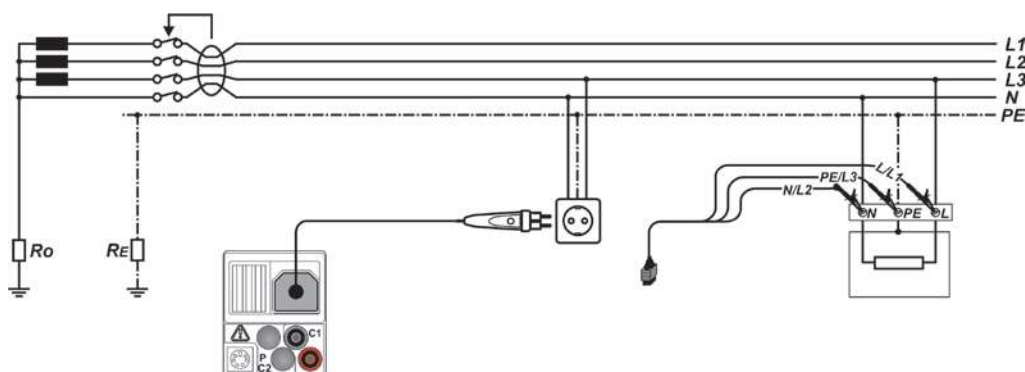

Рисунок 5.20: Подключение штепсельного щупа «plug commander» и 3-х проводного тестового кабеля
- **Подключите** испытательную проводку (выводы) к исследуемому компоненту (см. Рисунок 5.20: Подключение штепсельного щупа «plug commander» и 3-х проводного тестового кабеля
- **Подключите** испытательные провода (выводы) к исследуемому компоненту (см. Рисунок 5.20: Подключение штепсельного щупа «plug commander» и 3-х проводного тестового кабеля).
- **Подключите** измерительную проводку (выводы) к тестируемому элементу (см. Рисунок 5.20: Подключение штепсельного щупа «plug commander» и 3-х проводного тестового кабеля).
| <ul style="list-style-type: none"> <input type="checkbox"/> Выберите функцию УЗО при помощи кнопок переключателя функций. <input type="checkbox"/> Выберите подфункцию АВТО. Классификация результатов измерения I_c УЗО будет осуществляться одновременно с сохранением. Автоматическая проверка AUTO осуществляются одинаково независимо от выбранной подфункции. Тем не менее, важно выбрать соответствующую подфункцию, чтобы классифицировать правильно результаты измерений для учета в проверочной документации (отчетах об испытаниях). <input type="checkbox"/> Установите тестовые параметры (при необходимости). <input type="checkbox"/> Подключите испытательный кабель к прибору. <input type="checkbox"/> Подключите измерительную проводку (выводы) к тестируемому элементу (см. Рисунок 5.20: Подключение штепсельного щупа «plug commander» и 3-х проводного тестового кабеля <input type="checkbox"/>). <input type="checkbox"/> Для проведения испытаний нажмите на кнопку ПРОВЕРКА (TEST). | Начало испытаний |